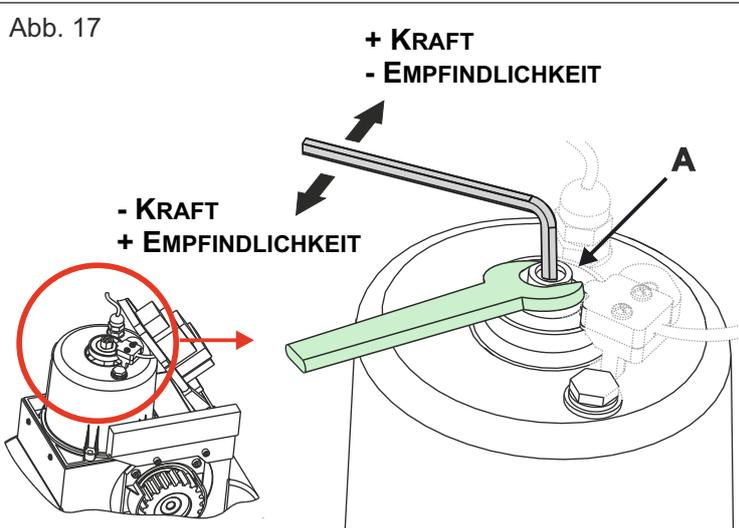

Abb. 17
7.2. Zum Einstellen der Kupplung den Gewindestift «A» wie folgt einstellen (Abb. 17)